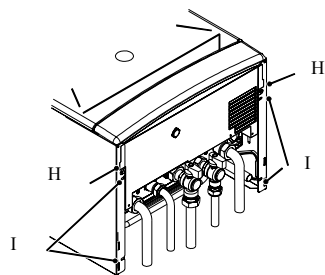

Fig. 5.5
- 2 Remove the screws H and loosen the screws I (Fig. 5.5).
- 2 Удалите винты H и освободите винты I (Fig. 5.5).